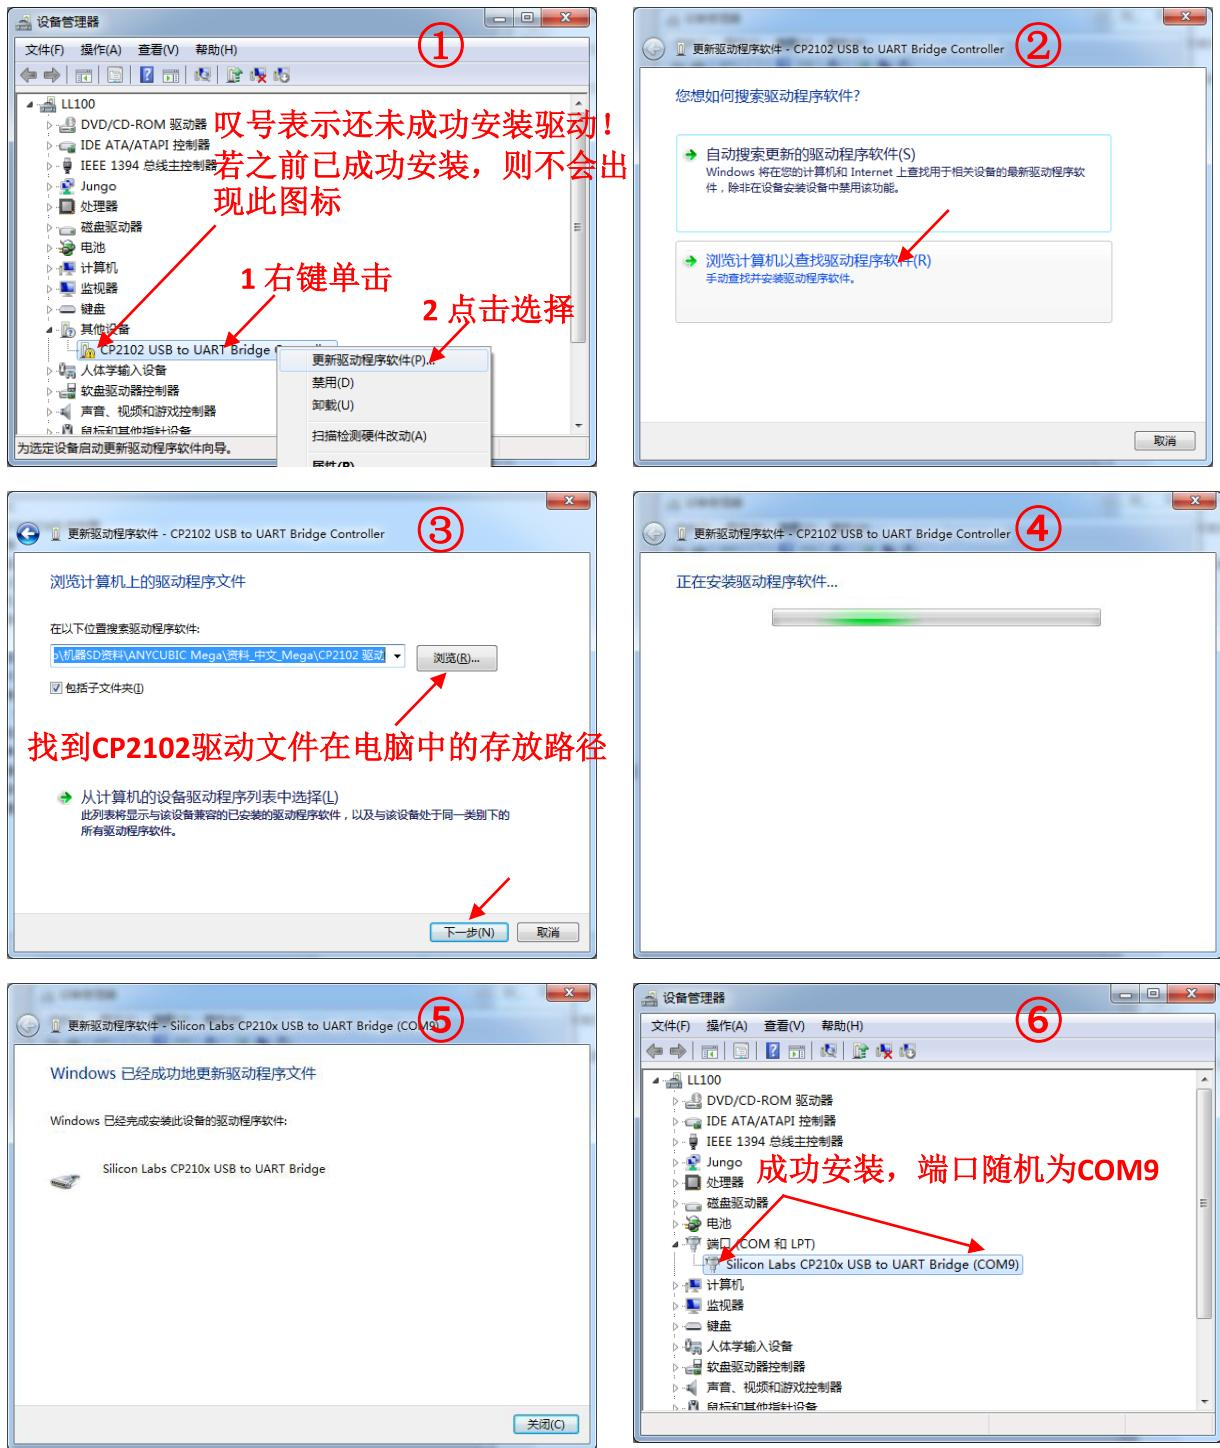
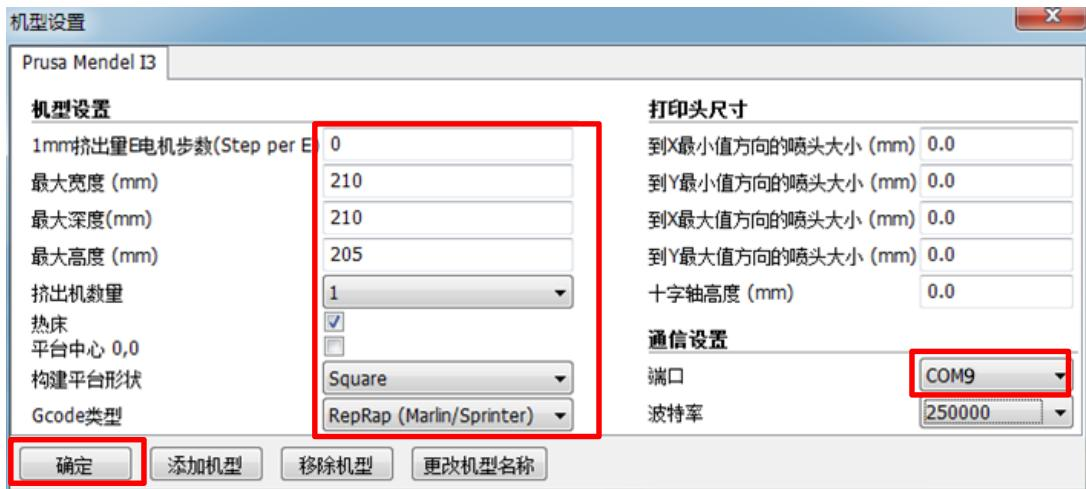

图18
图26
在此以Win7 -64 位系统为例讲解具体操作: 右键点击“我的电脑” ---->单击属性---->选择“设备管理器”，接着依次按图18 所示操作。 (Mac 电脑请参考SD 卡中“苹果电脑软件安装指南” ) 安装成功后 (图18⑥)，可看到端口为COM9，9 为随机编号，因客户个人电脑不同而可能出现不同编号。但用同一台电脑和同一台3D 打印机的情况下，端口编号会保持不变。此端口 (如 COM9) 后期将用于打印机和电脑之间的通讯。
(特殊情况：某些电脑可能之前已经安装了CP2102驱动；或首次通过USB连接3D打印机时，电脑自动安装了驱动，即不需再次安装。则此时，用户可在设备管理器中的“端口”中，看到“Silicon Labs CP2102x USB to UART Bridge (COMx)”，如图18⑥。
因用户电脑环境各异，安装完成后，若‘端口’下还有感叹号，则说明安装遇到了问题，此时请卸载此端口（如COM9），然后按照图18所示步骤，重新安装驱动。
参考图26，在Cura菜单栏点击“机型”→“机型设置”进行参数设置。右下角端口下拉选项请选择电脑“设备管理器”端口Prolific USB-to-Serial Comm Port 中的COM口（参考图18④），否则机器不能连接电脑。波特率设置为250000。点击确认，回到主界面。